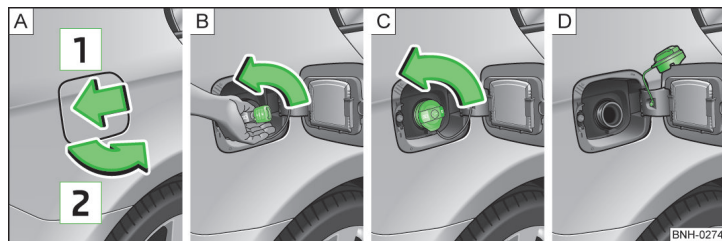

Fig. 110 Tapón de cierre del depósito
En el lado interior de la tapa del depósito de combustible se indican los tipos de combustible prescritos para su vehículo » fig. 110 de la página 132.
- Presionar la tapa del depósito en el sentido de la flecha 1 » fig. 110.
- Desenroscar el tapón del depósito en el sentido de la flecha » fig. 110 - C.
- Colocar el tapón del depósito por encima de la tapa » fig. 110 - D.
- Introducir el tapón de cierre del depósito en el tubo de alimentación de combustible y girarlo en sentido contrario al de las agujas del reloj hasta que quede encastrada con seguridad » fig. 110 - C.